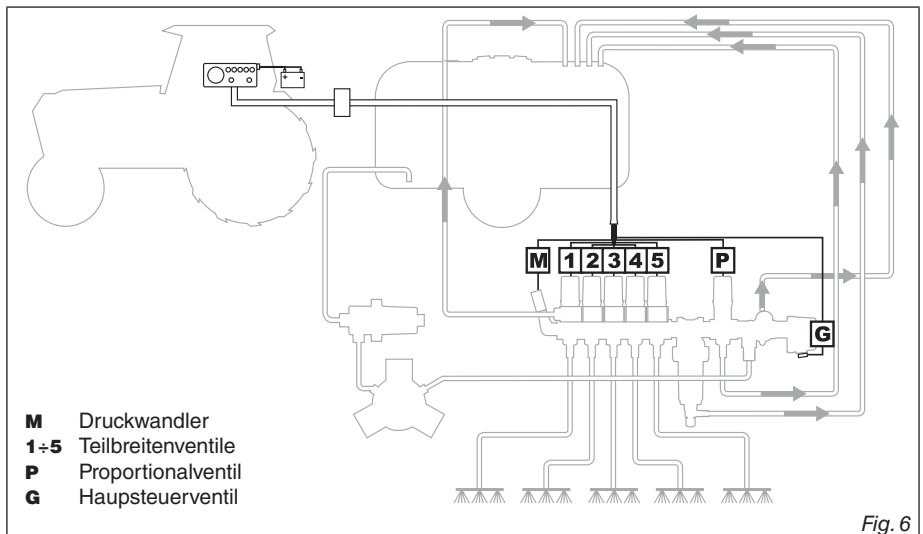

Fig. 6
Die für die Anschlüsse erforderlichen, entsprechend gekennzeichneten Kabel werden als Ausstattung zur Steuvorrichtung geliefert, die verwendet werden soll: Auf der Abb.6 werden die Kabelmarkierungen und die jeweiligen Vorrichtungen, an denen sie angeschlossen werden müssen, angegeben.
- Der in der Abb. 6 beschriebene Anschlussplan hat reinen Richtcharakter, aus diesem Grund kann es vorkommen, dass sich die standardmäßigen Einstellungen der Armatur je nach eingesetzter Steuervorrichtung ändern.